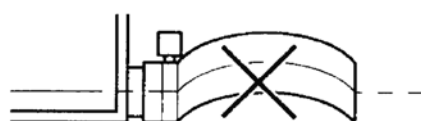

Fig.4
- Sollevare l'unità e farla scorrere in avanti nell'innesto (fare riferimento alla Fig. 4).